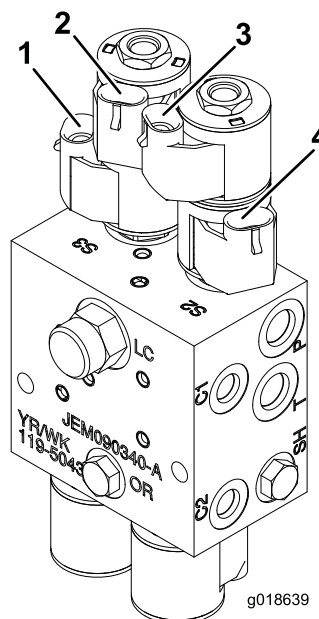

Figura 22
8. Conecte los conectores "Left Boom/Up; Left Boom/Down" (Brazo izquierdo/arriba; Brazo izquierdo/abajo) del arnés de cables a las válvulas de solenoide del bloque hidráulico (Figura 22).